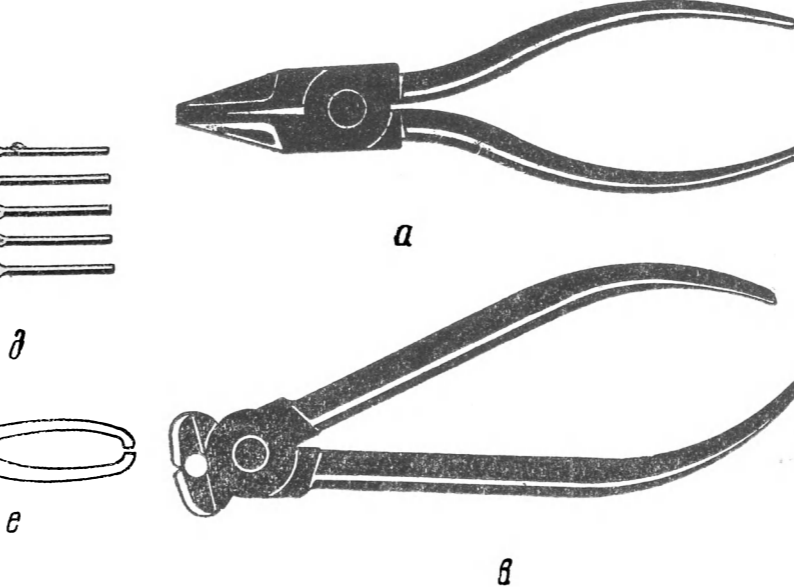

Рис. 8. Плоскогубцы (а); круглогубцы (б); острогубцы (в) и комбинированные плоскогубцы (г)
**Плоскогубцы** (рис. 8, а) применяют для захвата, зажима и удержания мелких деталей и проволоки.
**Круглогубцы** (рис. 8, б) применяют для загибания проволоки.
**Острогубцы** (кусачки, рис. 8, в) предназначены для резки проволоки и различных тонких стержней.
**Комбинированные плоскогубцы** (рис. 8, г) заменяют одновременно плоскогубцы и острогубцы.